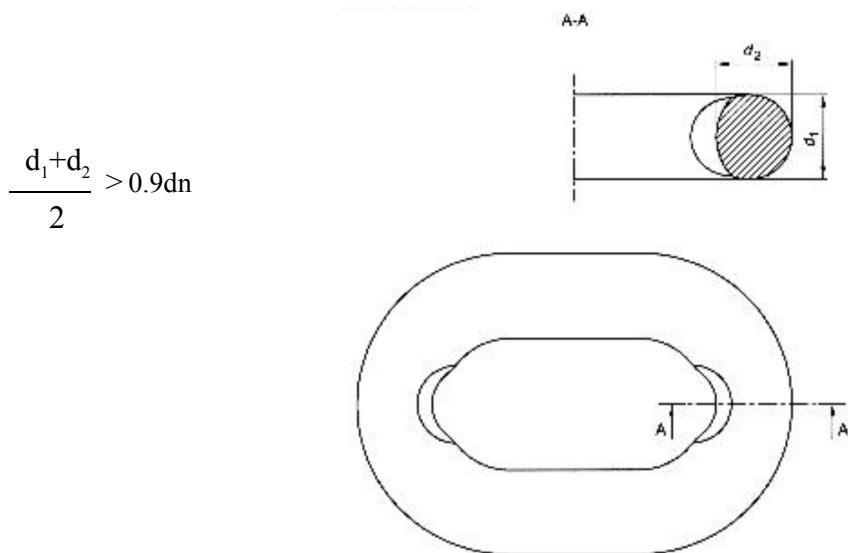

Fig. 5
- **USURA**: l'usura interna della maglia può essere misurata prendendo il diametro indicato (d1) e il diametro perpendicolare (d2) e confrontando la media dei due con il diametro nominale (dn); può essere tollerata una riduzione fino al 90% del diametro nominale (vedere Fig. 5).